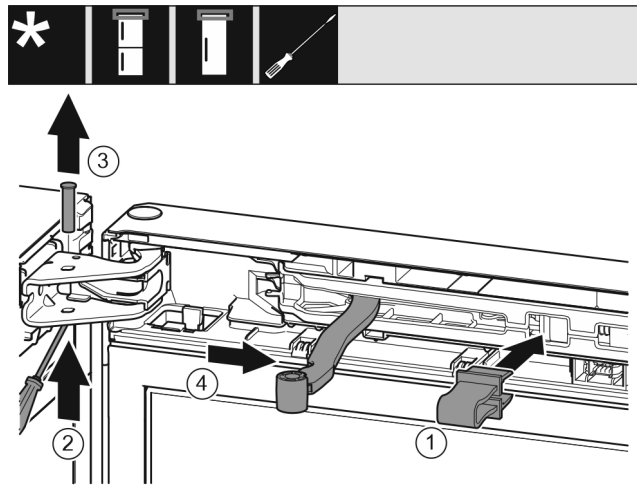

Fig. 6
- Kapni siguresën në vrimën përkatëse. Fig. 6 (1)
- Shtyni jashtë bulonin me një kaçavidë. Fig. 6 (2)
- Nxirrni jashtë bulonin duke e ngritur lart. Fig. 6 (3)
- Rrotulloni menteshën në drejtimin e derës. Fig. 6 (4)